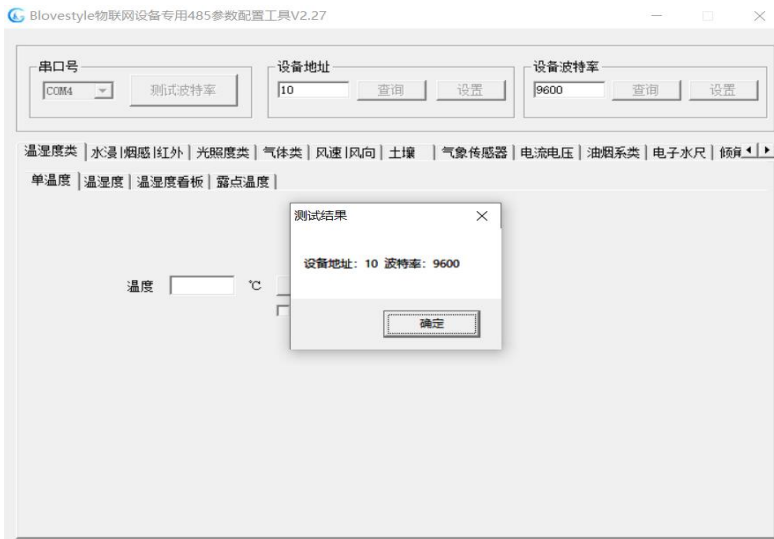

图 5-2
①、选择正确的 COM 口（“我的电脑—属性—设备管理器—端口”里面查看 COM 端口），下图列举出几种不同的 485 转换器的驱动名称。
②、单独只接一台设备并上电，点击软件的测试波特率，软件会测试出当前设备的波特率以及地址，默认波特率为 4800bit/s，默认地址为 0x01。（图 5-2）
③、根据需要使用修改地址以及波特率，同时可查询设备的当前功能状态。
④、如果测试不成功，请重新检查设备接线及485驱动安装情况。